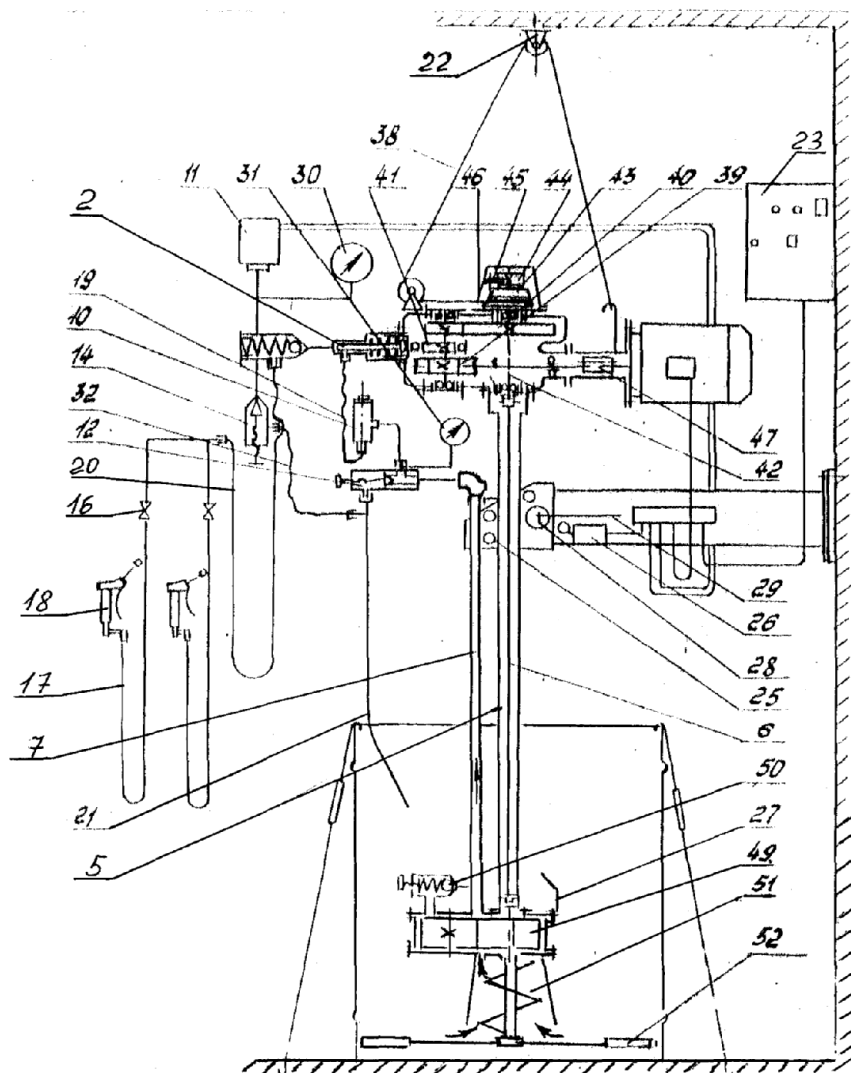

Рис.2
Контроль давления, возможно, осуществить по манометру 30 (рис.2) по пункту 9.1.3.
9.1.4. Периодически необходимо проверять по манометру **31 (рис.2)** регулировку перепускного клапана **50 (рис.2)** перекачного насоса, поддерживающего давление 1,8+0,2 МПа на линии питания насоса высокого давления.